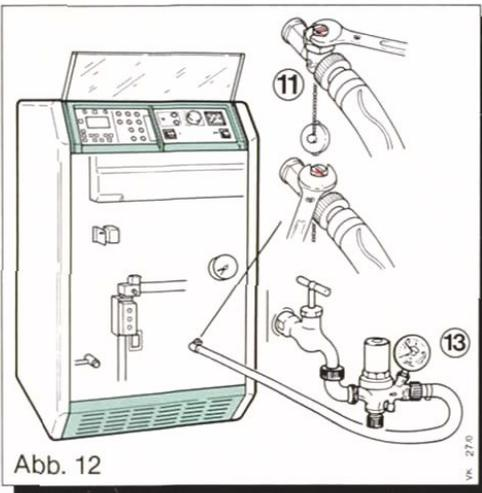

Abb. 12
* Heizungsanlagen-Füllarmatur entspricht DVGW mit Druckminderer, Rückflußverhinderer und Manometer. Gemäß DIN 1988-TRWI ist eine dauernde Verbindung mit der Heizungsanlage nicht zulässig. Die in der Abb. 12 gezeigte Heizungsanlagen-Füllarmatur dient nur als Beispiel für die Ausführung, vorhandene Armaturen können optisch evtl. erheblich abweichen. Der Einsatz eines Druckminderers in der Heizungsanlagen-Füllarmatur ist zu empfehlen, da der Wasserleitungsdruck oft erheblich höher liegt als der Abblasedruck des Sicherheitsventiles der Heizungsanlage. Die Heizungsanlagen-Füllarmatur gehört nicht zum Lieferumfang des Kessels.